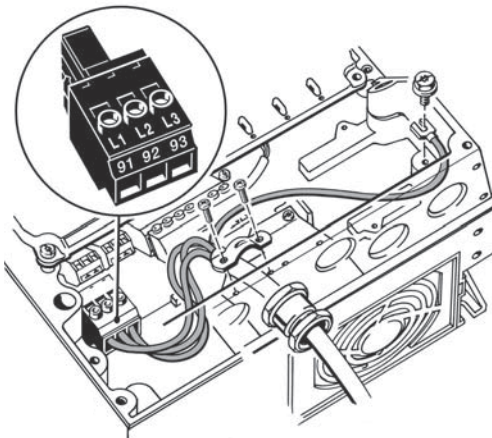

Fig. 12 Branchement secteur, A5
1. Brancher le conducteur de mise à terre à la borne 95 (PE). Voir fig. 12.